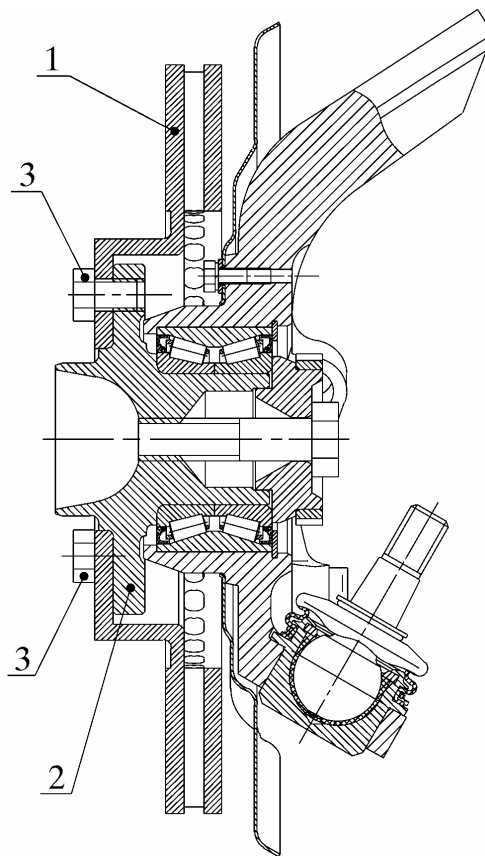

Рис. 19. Установка диска тормоза на ступицу колеса:
8.7.1. Установить диск 1 (рис. 19) переднего тормоза до упора в плоскость ступицы 2 так, чтобы пять отверстий диска тормоза и ступицы совпали.